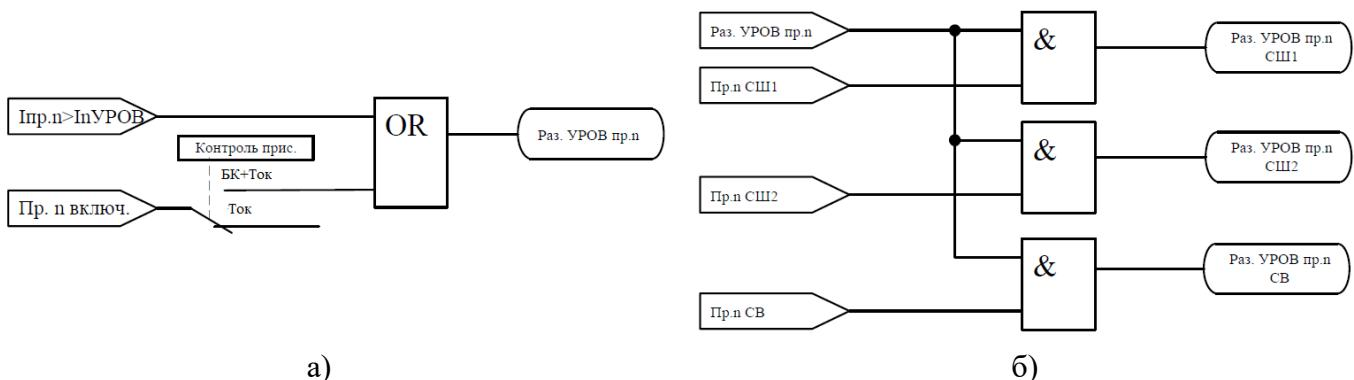

Рисунок 5.17 – Разрешение пуска УРОВ присоединений
Факторы, разрешающие пуск УРОВ присоединений, необходимо выбирать с помощью уставки «КОНТР» (рисунок 5.17а):
При соблюдении данных условий разрешается УРОВ присоединений, привязанных к соответствующим СШ1 (СШ2) или СВ (рисунок 5.17б).
- наличие сигнала, разрешающего пуск УРОВ присоединения (рисунок 5.17а).